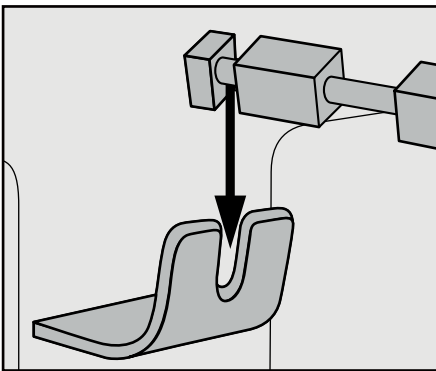

Fig. 2: Drejespyddet **16** sættes ind i drejespydholderen **9**
- Sæt derefter den anden ende af drejespyddet **16** med den dybe not ind i drejespydholderen **9** (fig. 2):